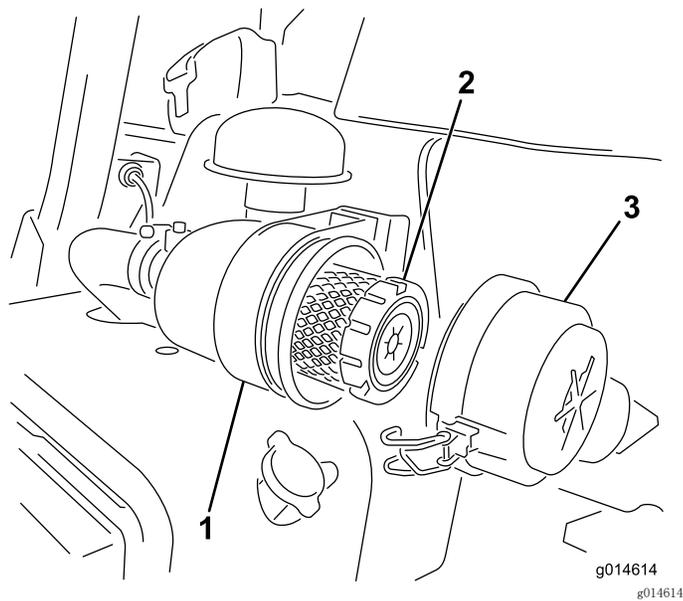

图27
1. 松开将空气滤清器盖固定到空气滤清器壳体上的搭扣（图27）。
7. 固定搭扣（图27）。